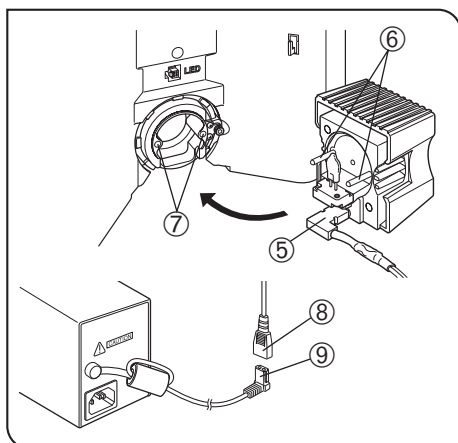

Рис. 38
2. Вставьте кабель лампы ⑤ в направлении, показанном на рис. 38.
3. Совместите направляющие штырьки ⑥ с отверстиями для направляющих штырьков ⑦ сзади корпуса микроскопа и осторожно вставьте патрон лампы в гнездо до отказа.
Подсоединение кабеля лампы (рис. 38)